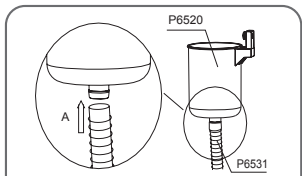

Fig. 7 / Abb. 7 / Kuva. 7 / EIK. 7 / Pnc. 7 / Rys. 7. Ábra
1. Connect the hose (P6531) to the bottom of the skimmer body (P6520). (See Fig. 7)
1. Ligue a mangueira (P6531) à base do corpo do skimmer (P6520). (Veja Fig. 7)
1. Conecte la manguera (P6531) a la parte inferior del cuerpo del skimmer (P6520). (Veja Fig. 7)
1. Schließen Sie den Schlauch (P6531) am Boden des Skimmergehäuses (P6520) an. (Siehe Abb. 7)
1. Sluit de slang (P6531) aan op e onderkant van de skimmer (P6520). (Zie Fig. 7)
1. Collegare il tubo flessibile (P6531) alla parte inferiore del corpo dello skimmer (P6520). (Vedere Fig. 7)
1. Fixez le tuyau (P6531) au fond du corps du dépollueur (P6520). (Voir Fig. 7)
1. Подсоедините шланг (P6531) к нижней части корпуса скиммера (P6520). (См. Рис. 7)
1. Podłącz węz (P6531) do spodu korpusu skimmera (P6520). (Patrz Rys. 7)
1. Koppla stangen (P6531) till skimmerns undersida (P6520). (Se Fig. 7)